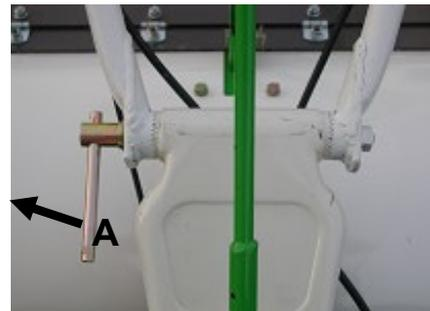

Figure 11
- Tirer de l'essieu avec Jack boulon (A, figure 11).